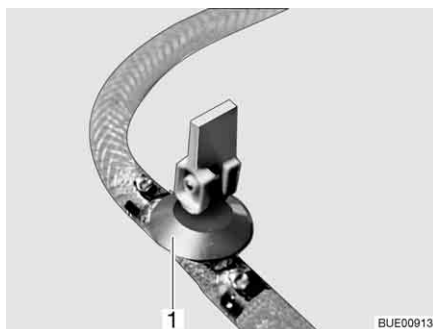
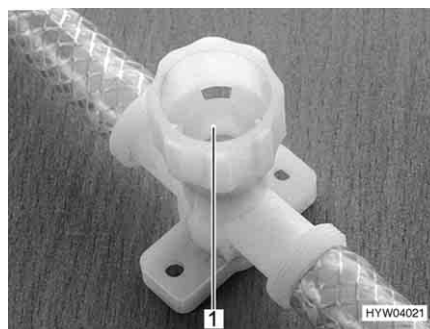

Fig. 135 Rubinetto di scarico (con leva a bilanciere)
Fig. 136 Rubinetto di scarico (con tappo a vite)
- Chiudere tutti i rubinetti di scarico. Mettere la leva a bilanciere del rubinetto di scarico (Fig. 135,1) orizzontale o chiudere il coperchio del rubinetto di scarico (Fig. 136,1) in senso orario.